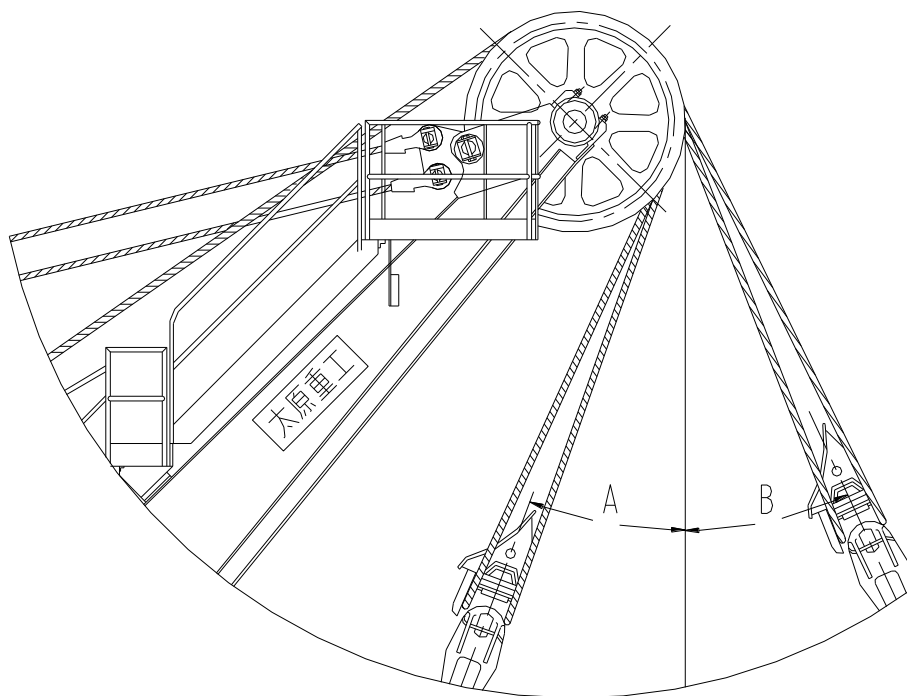

Рисунок 10-15. Схема проверки устойчивости копания экскаватора
1. Когда экскаватор черпает материал, нужно наблюдать, чтобы ковш и стальные подъемные тросы находились напротив головного блока. В наклонном положении сделать пометки (см. рисунок 10-15). Когда в процессе копания передняя часть верхней платформы наклонена вперед, а верхняя поднимается вверх, то нужно отрегулировать положение экскаватора, увеличив массу противовеса.